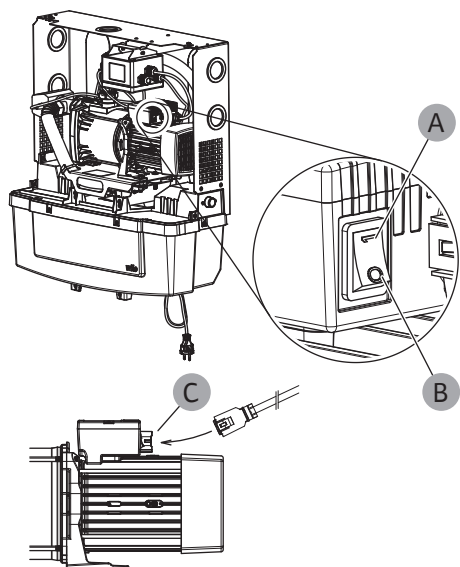

Fig. 22: Zapínač/vypínač a pripojenie na napájanie
4. Skontrolujte, či je zapínač/vypínač čerpadla prepnutý do polohy Zap. (Fig. 22 – A).
5. Skontrolujte, či je správne pripojený konektor na napájanie motora (Fig. 22 – C).